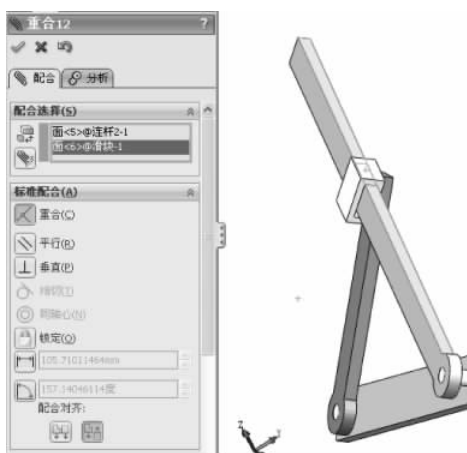

图 3-133 重合配合
(11) 继续进行约束,选择【标准配合】选项组下的【重合】配合类型 ,在【要配合的实体】选择框  中选择如图 3-133 所示的面,其他保持默认,单击【确定】按钮 ,完成重合的配合。